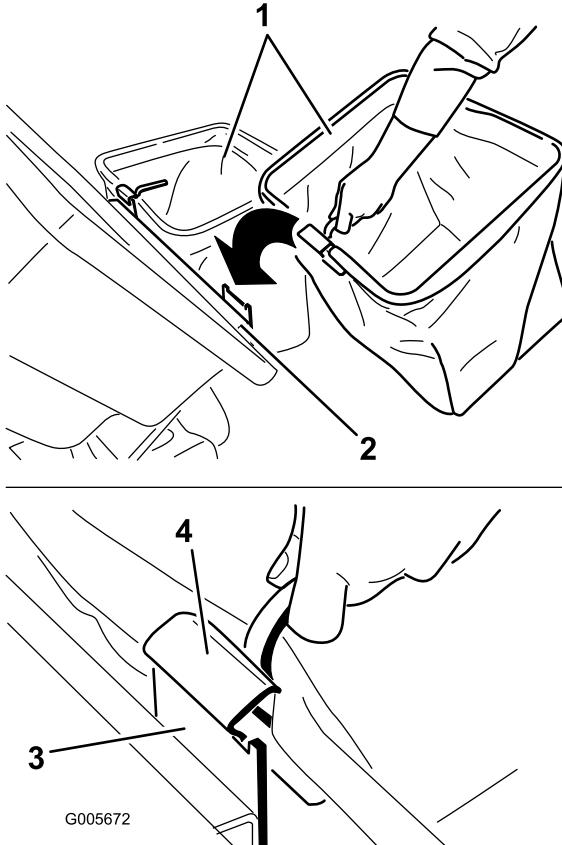

Figura 27
5. Montate i cestini facendo scorrere i ganci dei loro telai sulle staffe di ancoraggio (Figura 27).